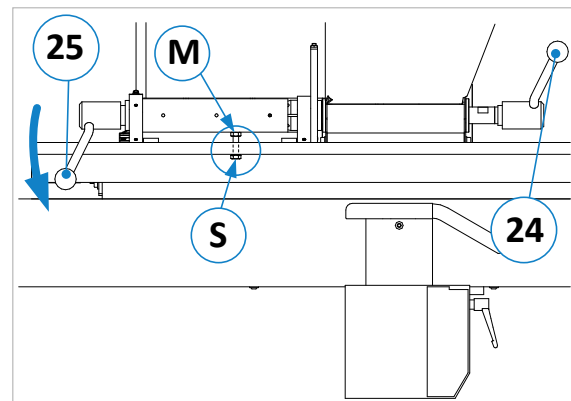

Figure 39 : calibrer l'angle à 90 degrés
2. Pour corriger, ouvrez le levier de serrage (24) et tirez le levier de réglage (25) complètement vers l'avant (sur la position 45°). Débloquez le contre-écrou (M) maintenant accessible à l'aide d'une clé à fourche 13 mm (voir \Rightarrow Figure 39). Tournez ensuite la vis (S) soit vers l'intérieur, soit vers l'extérieur, jusqu'à ce que la butée soit à nouveau à 90° (voir \Rightarrow Figure 39).